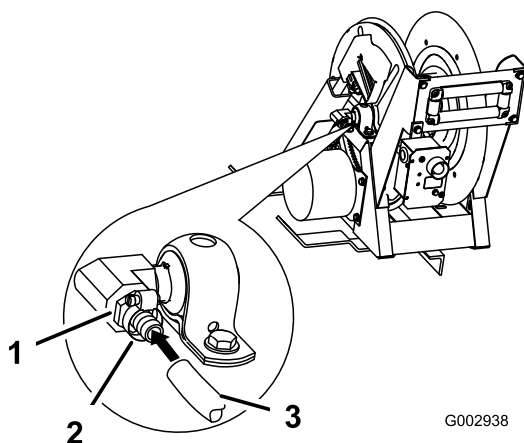

Figure 32
20. Enroulez du ruban Téflon, dans le sens horaire, autour du filetage d'un raccord cannelé (3/4 pouce) et placez-le dans l'orifice d'entrée sur le côté du dévidoir (Figure 32).
22. Connectez l'extrémité du flexible au raccord du dévidoir (Figure 32) et fixez les extrémités avec 2 petits colliers.